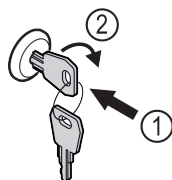

Fig. 194 Immagine a titolo di esempio
- Inserire la chiave Fig. 194 (1).
- Ruotare la chiave di 90° in senso orario Fig. 194 (2).